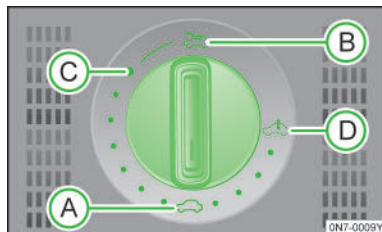

图 59
将转动开关»图 59 转到所需的位置，以调至天窗的以下位置：
- 将转动开关在前部位置» 图 59，见第 42 页 **A** 处按住，直到天窗完全关闭为止。